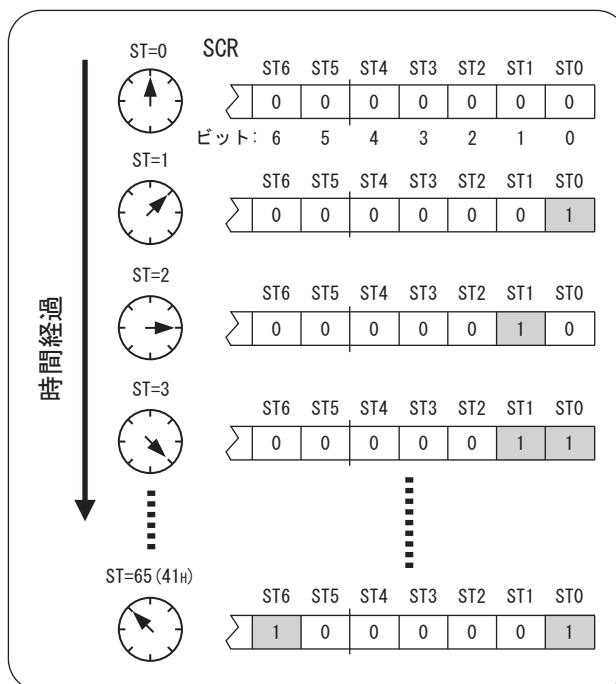

図4.4 SCRのビット0～6が示すステーションタイム
SCRのビット0～6 (ST0～6)の値が、ステーションタイム (ST) を示しています (図4.4 参照)。MKY40は、予め所定のレジスタへステーションタイム値を設定しておくことにより、SCRのビット0～6 (ST0～6)の値が設定値と一致した時に、割込みトリガを出力することができます。これを“アラーム”と呼びます。詳細については、“4.5 割込みトリガ発生機能”を参照してください。